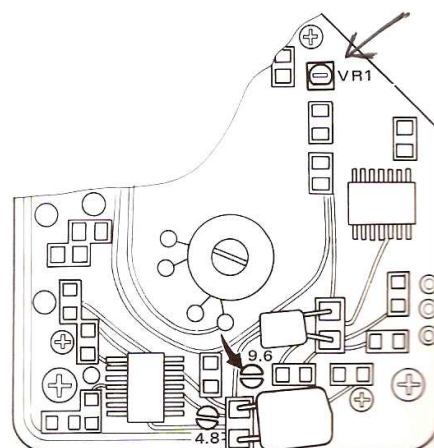

Fig. 4-10
CAUTION: After replacement of the capstan motor assembly, be sure to short-circuit (by soldering) the points on the assembly shown by the arrow in Fig. 4-10. Otherwise, correct tape speed adjustments are not ensured.
5. Play the middle portion of the test tape, and adjust semi-fixed resistor VR1 on the capstan motor assembly (Fig. 4-10) until the counter reads $3000 \text{ Hz} \pm 5 \text{ Hz}$.
注意：キャプスタン・モータ ASS'Yを交換した場合は、キャプスタン・モータ ASS'Yの基板上、図4-10の矢印で示した場所を半田ショートして下さい。この場所がショートされていないと正常なテープ・スピードが得られません。
5. テスト・テープの中間部を再生させて、テープ速度が $3000 \text{ Hz} \pm 5 \text{ Hz}$ になるようにキャプスタン・モータ ASSYの半固定抵抗 VR1 (図4-10) を調整する。